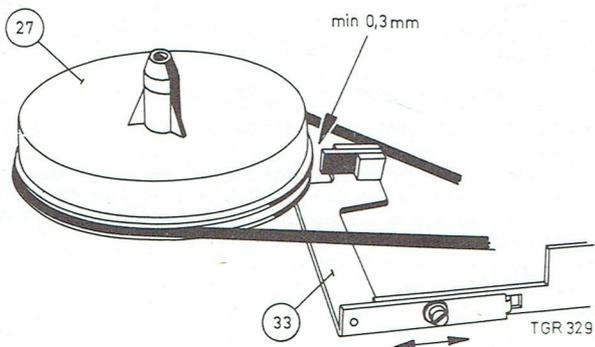

Fig. 9
B) Réglage des freins (fig. 9 et 10).
Placer l'appareil en position « Rebobinage rapide ». Le patin de frein sur le plateau gauche doit être éloigné de celui-ci de 0,5 à 1 mm (fig. 9). Ce réglage peut être obtenu en desserrant la vis et en faisant coulisser l'équerre de freinage 33.